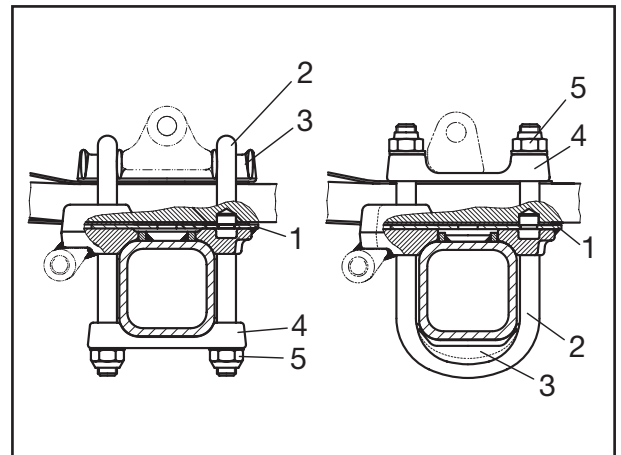

Fig. 13
- [18] Lenkerfeder mit dem Zentrierbolzen bzw. der Einspurplatte (Fig. 13/1) in den Achslappen einlegen.
- [19] Neue Federbügel (Fig. 13/2) und Segmente (Fig. 13/3) montieren.
- [20] Federplatte (Fig. 13/4) auflegen. Federbügelgewinde einfetten. Neue Scheiben aufstecken und neue Sicherungsmuttern (Fig. 13/5) von Hand auf die Federbügel aufschrauben.